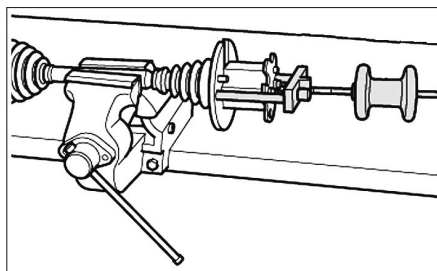

Fig. 4
- Extraire le boîtier du tripode à l'aide d'un outil à inertie (Fig.4).